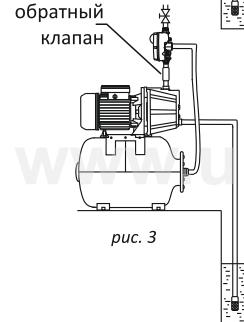

рис. 3
рис. 3а
**Внимание!** Не допускается вертикальная установка устройства непосредственно на выходной патрубок поверхностного насоса без обратного клапана (см. рис. 3а).